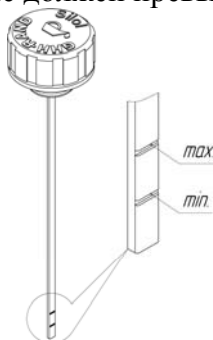

Рис. 6. Указатель уровня масла.
7.1.2 Уровень масла контролируется визуально (см. рисунок 6). Если уровень ниже нижней метки – долить масло. Уровень масла не должен превышать верхнюю метку указателя.